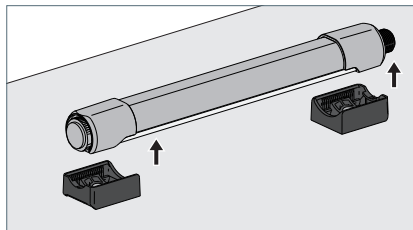

Fig. 10: Rimuovere l'apparecchio.
- Ruotare l'apparecchio d'illuminazione con il coperchio rivolto verso la superficie di montaggio e rimuoverlo dai supporti, vedi Fig. 10.